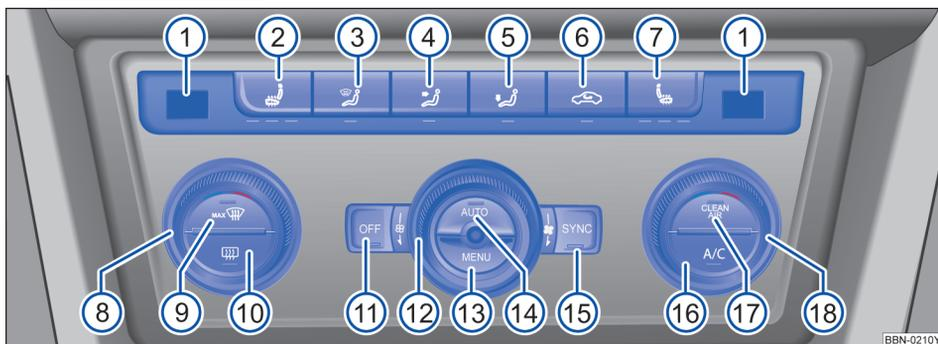

图 105 中控台上：自动空调的操作元件
– 按压③至⑤中的某个按钮→图 105，或者旋转鼓风机档位调节开关⑫即可关闭自动运行模式。按钮(AUTO)中的指示灯随即熄灭。
- 按压按钮 $\text{④}$ →图 105⑥，即可打开空气内循环模式。按钮上的指示灯随即亮起。
- 再次按压按钮 $\text{④}$ ，可关闭空气内循环模式。按钮中的指示灯随即熄灭。
在空气内循环模式下，如果制冷装置已关闭，则不会对吸入的空气除湿。为了避免挡风玻璃上产生水雾，建议按下按钮 $\text{A/C}$ ⑬→图 105，打开制冷装置。按钮中的指示灯随即亮起。